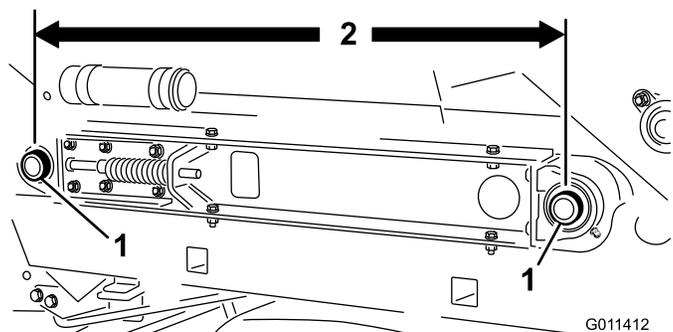

Рисунок 27
3. Убедитесь в том, что расстояния между осями роликов ленты транспортера (Рисунок 27) с каждой стороны машины одинаковы (примерно 35-1/4 дюйма).